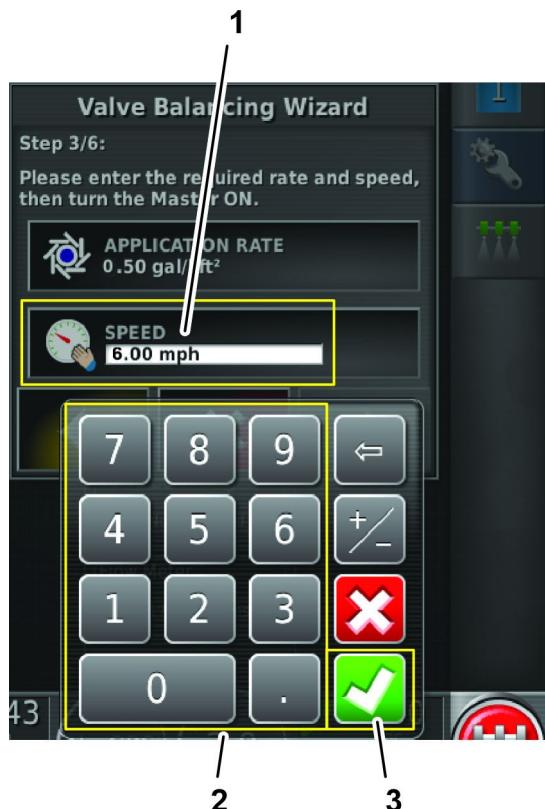

图 138
7. 使用数字键盘输入打药所需的地面行驶速度然后按确认图标图 138。